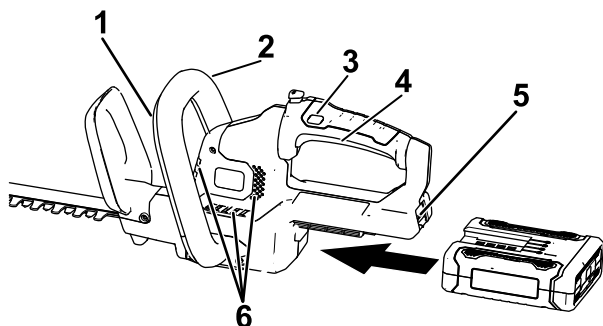

Figura 5
3. Alinee el hueco de la batería con la lengüeta del alojamiento de la empuñadura, sujete la empuñadura, e introduzca la batería en la empuñadura hasta que el cierre encaje en su sitio (Figura 5).
4. Coloque una mano en la empuñadura con gatillo. Coloque la otra mano en la empuñadura auxiliar (Figura 5).
5. Presione el interruptor de bloqueo y apriete el interruptor del gatillo mientras activa el interruptor de la empuñadura auxiliar para encender el cortasetos (Figura 5).
El cortasetos seguirá encendido mientras se aprieten el interruptor de la empuñadura auxiliar y el gatillo. Puede soltar el interruptor de interruptor de bloqueo una vez que el cortasetos esté funcionando (Figura 5).
Para apagar el cortasetos, suelte el gatillo, el interruptor de la empuñadura auxiliar, o ambos (Figura 5). Espere al menos 5 segundos para que la cuchilla se detenga.